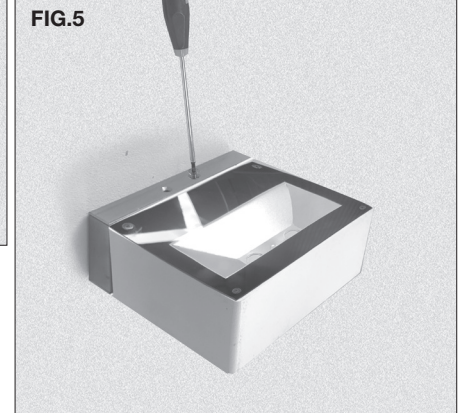

FIG.5
- Fermer le couvercle. **FIG.5**